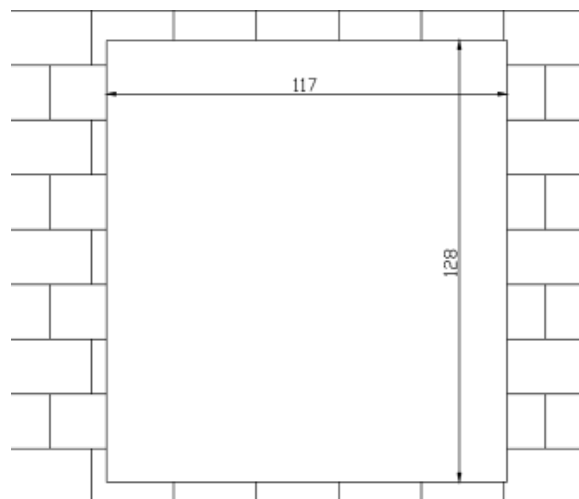

Figure 5-4
a) Percez un trou dans le mur ayant comme dimension 117*128*80 (mm). Voir Figure 5-4.